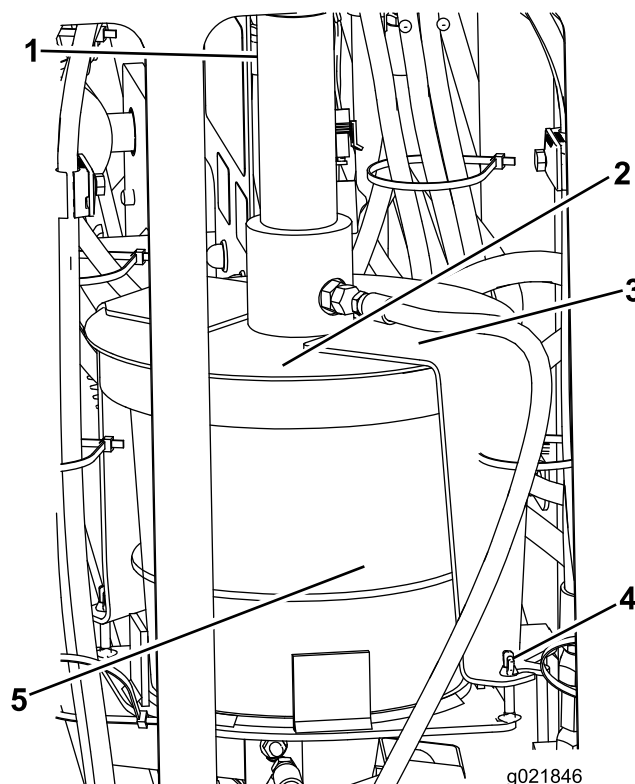

Figure 56
3. Desserrez les écrous à oreilles qui fixent les brides de maintien du couvercle sur la machine (Figure 56).
4. Tournez le couvercle et retirez les brides de maintien des boulons de fixation (Figure 56).
5. Soulevez le couvercle et déposez-le du bidon vide de composé d'étanchéité (Figure 56).
7. Placez le plongeur dans le bidon plein et abaissez le couvercle sur le bidon (Figure 56).
8. Glissez les brides sur les boulons de fixation et tournez le couvercle de manière à engager les brides sur les boulons (Figure 56).